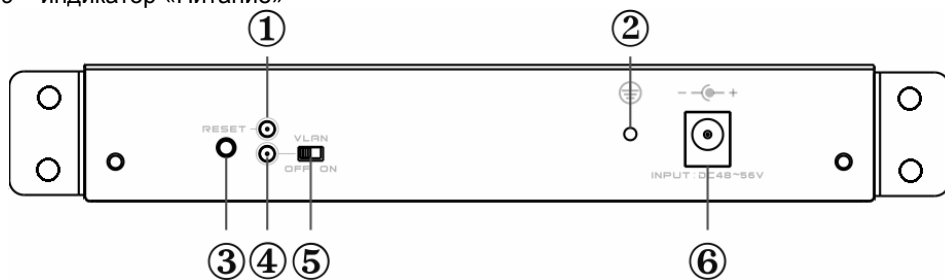

Рисунок 5 – задняя панель коммутатора**
- При необходимости использования режима «VLAN» переведите переключатель «VLAN» во включенное положение. Для доступа к задней панели (см. рисунок 5) необходимо открутить 4 крепежных винта и извлечь коммутатор.